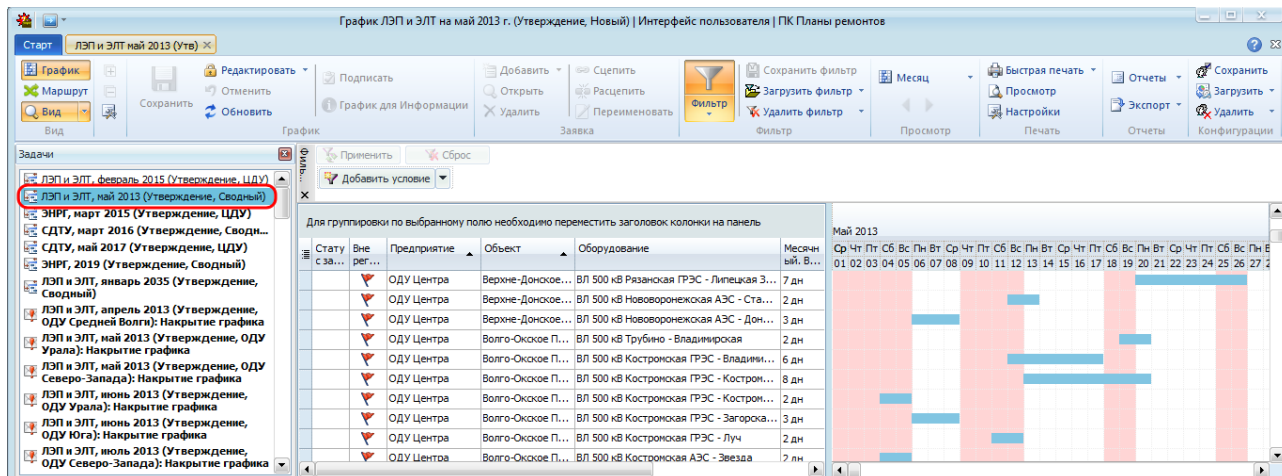

Рисунок 12.5 – Отображение графика, принятого вне регламента
1) На панели «Задачи» открыть график с задачей « Накрытие графика» (см. раздел «10.17.1 Работа с панелью «Задачи»») (Рисунок 12.5).